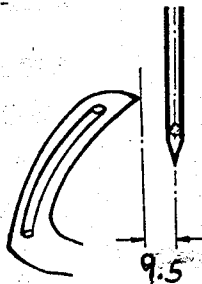

Fig. 1
Zur bequemeren Einstellung entferne Drückfuß, Stichplatte und Transporteur. Setze den Fadengreifer in den Greiferhebel ein. Der Greifer ist so einzustellen, daß der Abstand von Nadelmitte zur Greiferspitze 9,5 mm \approx $\frac{3}{8}$ " beträgt und zwar bei Beginn der Nadelstangenaufwärtsbewegung (Fig. 1). Dieser Abstand lässt sich nach Lösen der Mutter am rechten Schenkel des Greiferhebels durch Verschieben der Kugelschraube im Langloch ändern. Bei der Bewegung nach rechts muß der Greifer dicht an der Rückseite der Nadel vorbeigehen, ohne diese zu berühren. Dazu wird der Greiferhebel auf seiner Achse nach Lösen der beiden Schrauben seitlich verschoben.
For convenient access, remove the presser foot, throat plate and feed dog. Insert the looper into the looper rocker. Set the looper so that the distance from the centre line of the needle to the point of the looper is 9,5 mm \approx $\frac{3}{8}$ " in the lowest position of needle bar just before moving upwards (Fig. 1). Therefore loosen the nut at right side of looper rocker and replace the ball stud till the specified dimension be obtained. As the looper moves to the right, its point should pass behind the needle as close as possible without contacting it. Adjustment can be made by loosening the fastening screws of looper rocker and replacing the looper rocker axially till this adjustment be obtained.
Bei Verwendung von Leinengarn ist der Nadelfaden nach Fig. 1 der Einfädelanleitung einzufädeln.
Die Stichlänge ist entsprechend der Kettelgarnstärke nach Lösen der Mutter Teil-Nr. HA 18 A (Fig. 3) einzustellen. Verstellen der Schwinge nach unten ergibt größere, Verstellen nach oben kleinere Stichlänge. Der Obertransport ist dann entsprechend an der Schwinge einzustellen. Verstellen nach hinten größerer Stich, nach vorn kleinerer Stich. (Fig. 1 u. 4).
Die Maschine ist für eine Naht mit Stichlochbindung (Fig. 1) eingestellt. Sollten Sie Kantenbindung wünschen, so können Sie diese Naht durch Herausnehmen des Nadelfadens aus der ersten Nadelfadenspannung (A) erreichen. (Fig. 4). Der Kettelfaden wird dann in diese Spannung (A) eingelegt (Fig. 4). Evtl. ist noch ein ausregulieren notwendig, damit der Nadel-faden sauber an der Kante liegt.